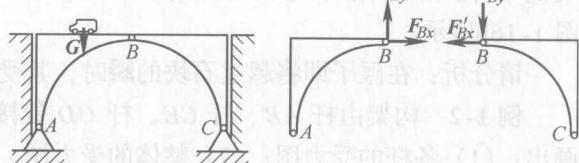

图 1-14
(3) 中间铰链 将两个构件用圆柱铰链连接在一起成为中间铰链，其结构、简化画法及约束力如图 1-14 所示。